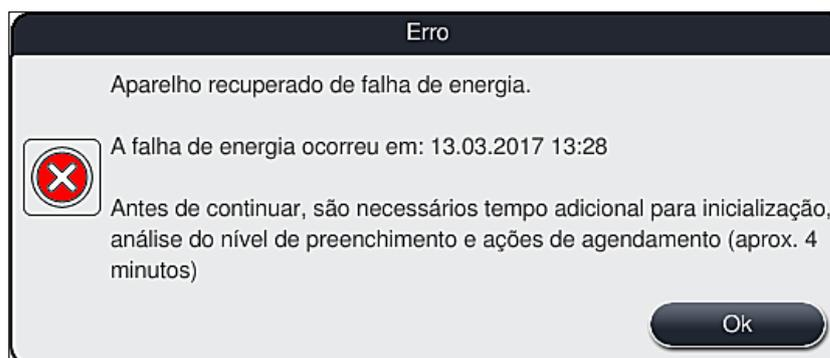

Fig. 104
- ① A primeira mensagem de informações após o aparelho reiniciar automaticamente informa o usuário sobre a hora da falha de energia elétrica (→ "Fig. 104"). Confirme esta mensagem de informações pressionando o botão **OK** para iniciar as instruções adicionais para a continuação do processo de coloração.